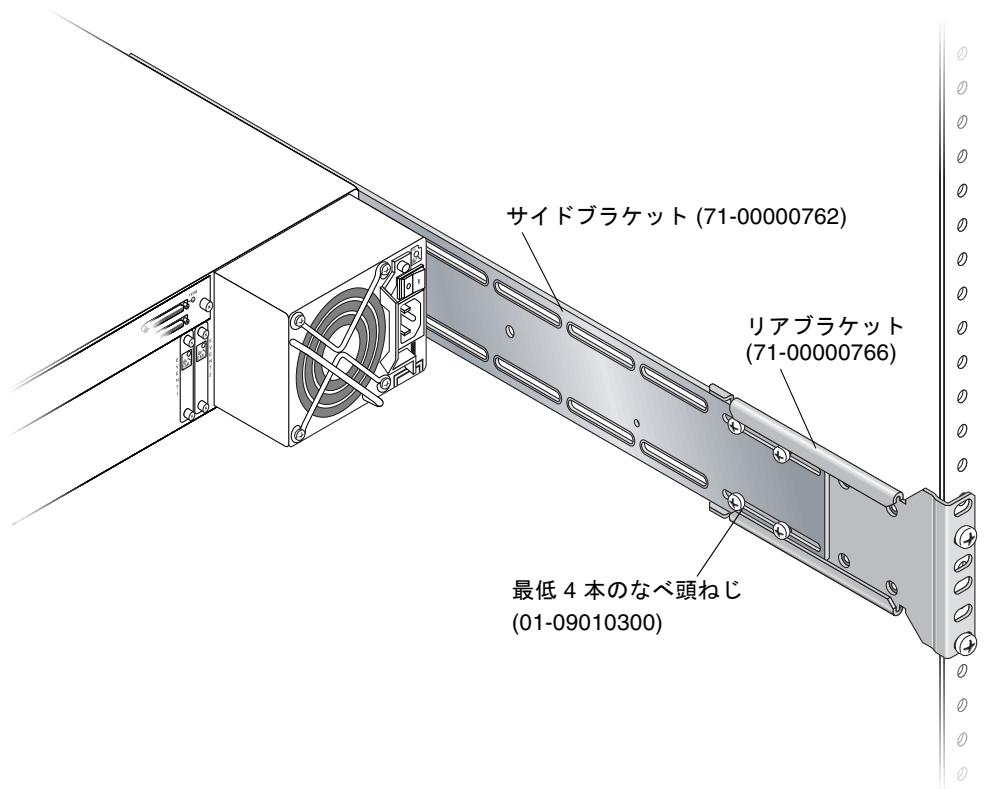

図 2-7 組み立て済みのリアブラケットとサイドブラケット
8. 各サイドブラケットをリアブラケットに取り付けます（図 2-7 を参照）。